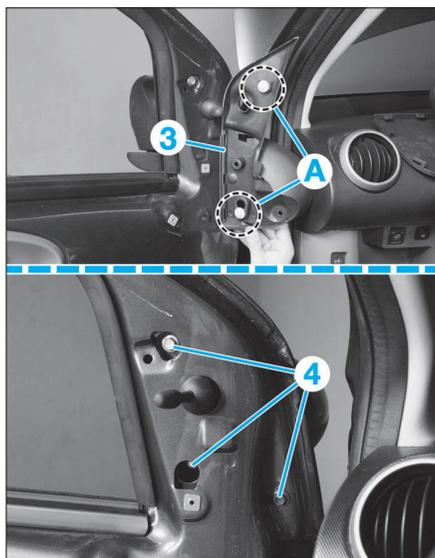

FIG. 93
- Dégrafer en (A) le support (3) (Fig.93).
- Déposer les vis de fixation (4) (Fig.93), puis extraire le rétroviseur.